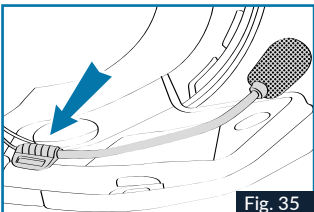

Fig. 35
7. Posizionare il microfono e fissarlo, con il velcro fornito, sul polistirolo del guanciale sinistro come indicato nella Fig. 35.